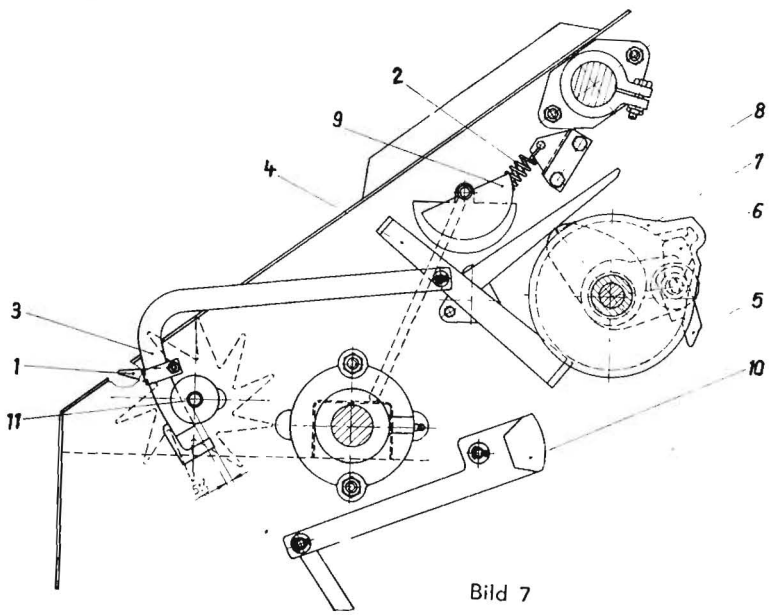

Bild 7
Bei maximaler Aushebung der Schaltangel (4) durch den Nocken (8) muß zwischen Schaltbügel und der zwischen den beiden Führungsscheiben (8) befindlichen Buchse (11) der in Bild 7 angegebene Abstand vorhanden sein.